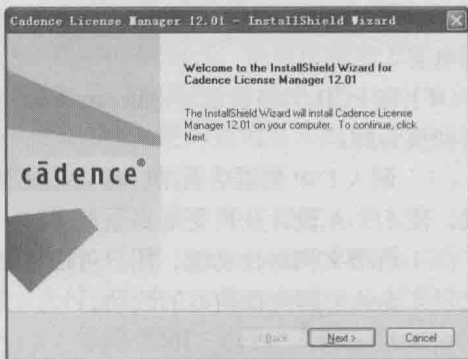

图 1-3 安装向导对话框
2. 安装许可证文件。单击第一项“License Manager（许可管理器）”，弹出安装向导欢迎对话框，如图 1-3 所示。